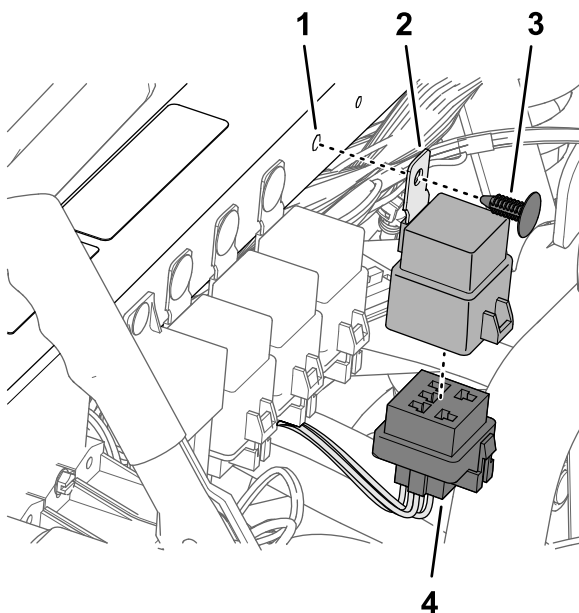

Figura 227
1. Conecte el conector de 5 pines del relé en el conector hembra de 5 vías (Figura 227) del arnés de fumigación del kit marcado ASC 10 ENABLE RELAY.
2. Alinee el orificio de la pestaña de montaje del relé con el orificio del tubo de sujeción del amortiguador, y sujete el relé al tubo con una grapa (Figura 227).